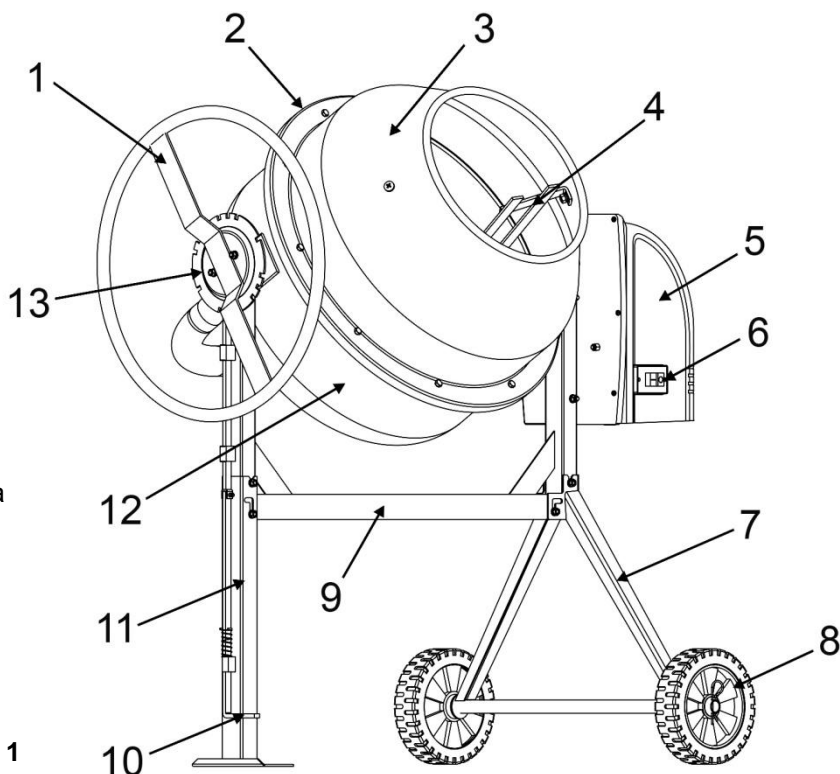
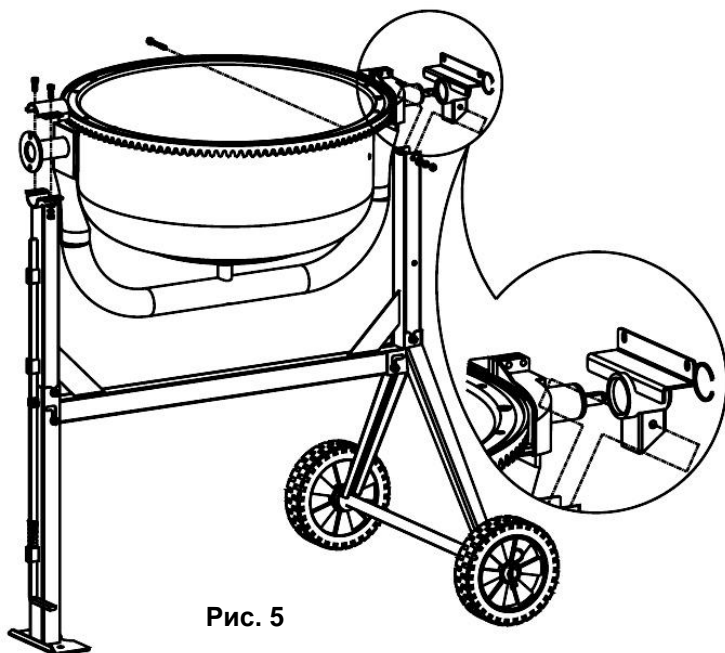

Рис. 1
Рис. 5
- Наденьте на ось колесной стойки (7)(См. Рис.1; 2) по колесу с каждой стороны.
- К несущей балке (9)(См. Рис.1) присоедините дополнительную опору.
- Вставьте внутрь педаль (10)(См. Рис. 1; 2) с пружиной.
- Соедините раму с колесной стойкой (7)(См. Рис.1; 4). Зафиксируйте ее положение винтами (M8x70). Крепко затяните винты.
- Установите опорную дугу вращения барабана на балку рамы. Зафиксируйте ее положение винтами M8x65 (См. Рис.5).
- Осторожно поместите нижний барабан (12)(См. Рис.1) на стойку, так чтобы подшипники попали в соответствующие пазы (См. Рис.5).
- Поместив верхний барабан (3)(См. Рис.1) на обод нижнего барабана (12)(См. Рис.1; 7), убедитесь в совпадении пазов и стрелок, а так же и свободном вращении лопастей внутри барабана.
- Установите колесо наклона (1)(См. Рис.1) на место крепления.
- Трансмиссия с электродвигателем закрыта защитным кожухом (5)(См. Рис.1; 9).
- Перед началом эксплуатации нового бетоносмесителя, или бетоносмесителя после продолжительного хранения, удостоверьтесь в правильном натяжении приводного ремня. Откройте крышку электродвигателя, открутив 6-ть винтов крепления кожуха (5)(См. Рис.1). Приводной ремень должен быть надет на шкив, прогиб ремня при нажатии на него пальцем в средней части должен быть в районе 0,5-1 см.
2. Нажмите на зеленую кнопку включения (6)(См. Рис.1), расположенную сбоку на защитном кожухе электродвигателя.
3. Для отключения – нажмите на красную кнопку (6)(См. Рис.1).